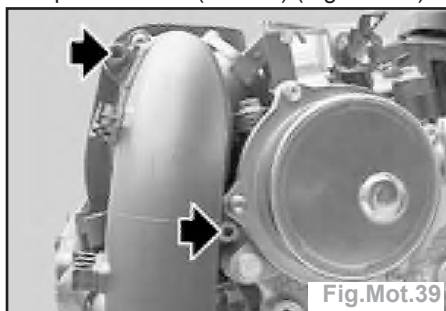

Fig.Mot.39
- Déposer les vis (flèches) (Fig.Mot.39).